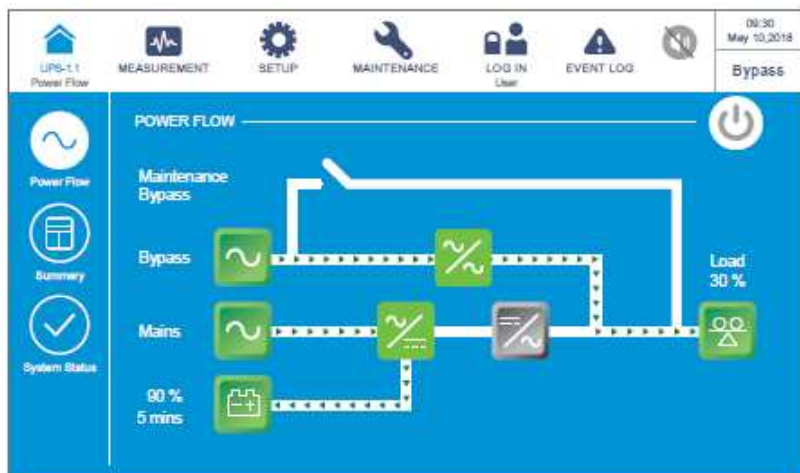

Рисунок 6-51: Экран байпасного режима
- 1 В байпасном режиме на ЖК-дисплее отображается следующий экран (**Рисунок 6-51**), а трехцветный светодиодный индикатор горит желтым. Расположение трехцветного светодиодного индикатора см. на **Рисунке 2-12**.